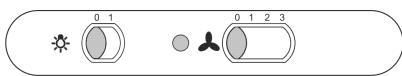

рис. 10
7.2 Управление вытяжкой производится при помощи ползункового переключателя (рис. 10).